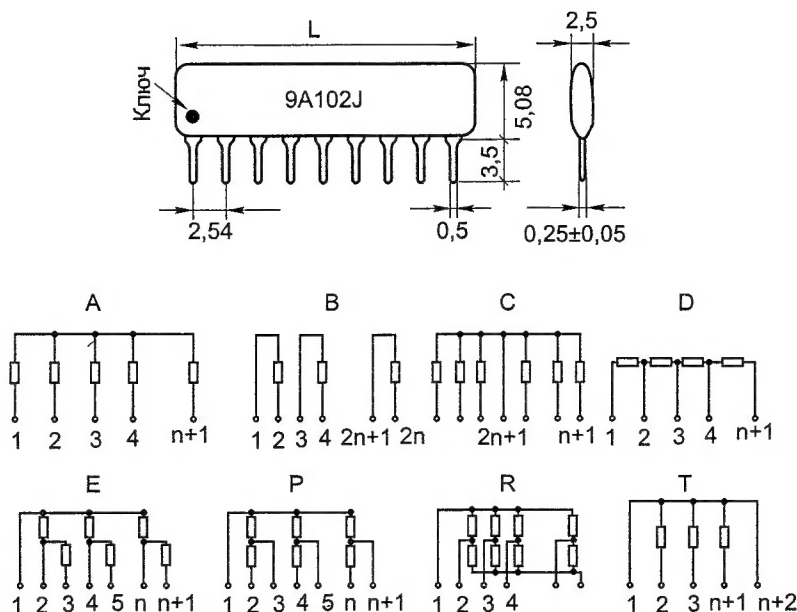

Рис. 1.2. Схемы соединения резисторов в сборках
2. Схема соединения резисторов сборки (рис. 1.2).
В приведенном выше примере маркировка 9A102J означает, что сборка составлена из резисторов сопротивлением 1 кОм $\pm 5\%$, имеет девять выводов, в ее составе восемь резисторов, включенных по схеме А (см. рис. 1.2).